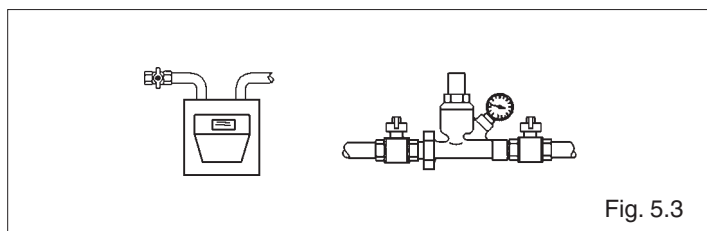

Fig. 5.3
- chiudere i rubinetti del combustibile e dell'acqua dell'impianto idrico (fig. 5.3).